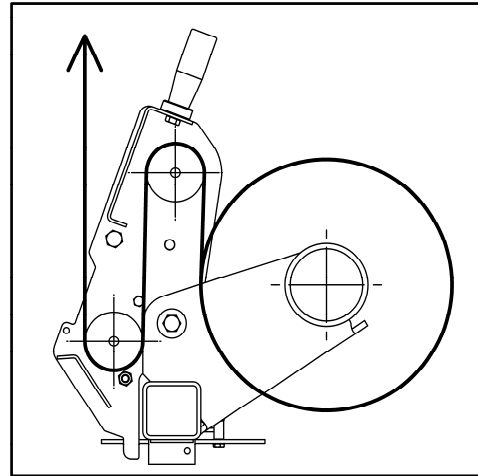

fig.16 – Passage film
- 1- Eloigner les rouleaux du support bobine en poussant sur le levier (A). Arrivé à fine course resteront accrochés sur la ferme (B);
- 2- Pousser le tampon supérieur (C) vers le haut jusqu'à sentir l'encliquetage
- 3- Charger la bobine en la déposant avant sur le tampon inférieur (D) et après en l'alignant supérieurement au tampon (C)
- 4- Tirer la corde (E) pour faire déclencher le tampon supérieur (C)
- 5- Passer le film autour des rouleaux comme indiqué sur la fig. 16.
- 6- Débloquer les rouleaux pressant avant sur le levier (A) et après tirant le bloque (B). Laisser poser le rouleau extérieur sur la bobine maintenant tiré le bloque (B).